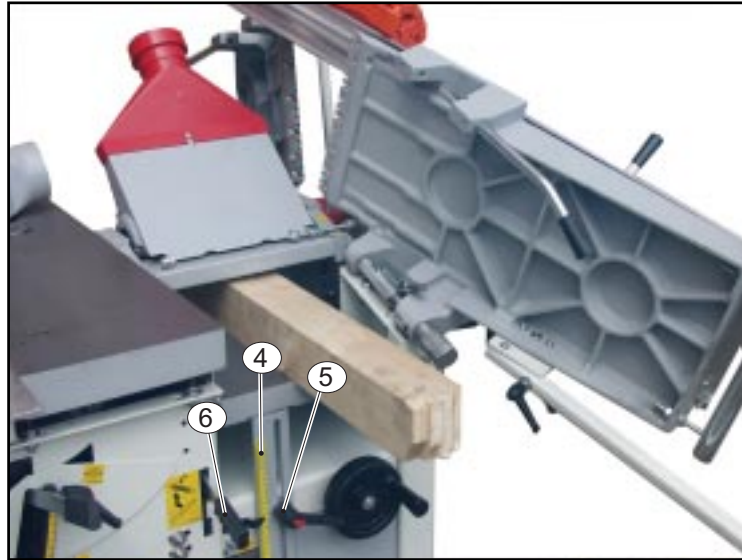

Fig. 6.19a
- 1 Posizionare il piano a 66 mm (se vogliamo eseguire una sola passata, o a valori tra 66 e 70 se vogliamo arrivare al valore finito in più passate) leggendo il valore dell'indice metrico **4** (fig. 6.19a).